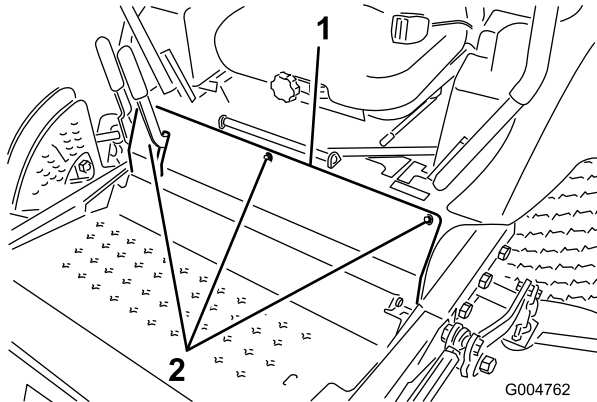

Bild 56
2. Nehmen Sie die Schrauben ab, mit denen die Frontplatte befestigt ist, und nehmen Sie sie ab (Bild 56).